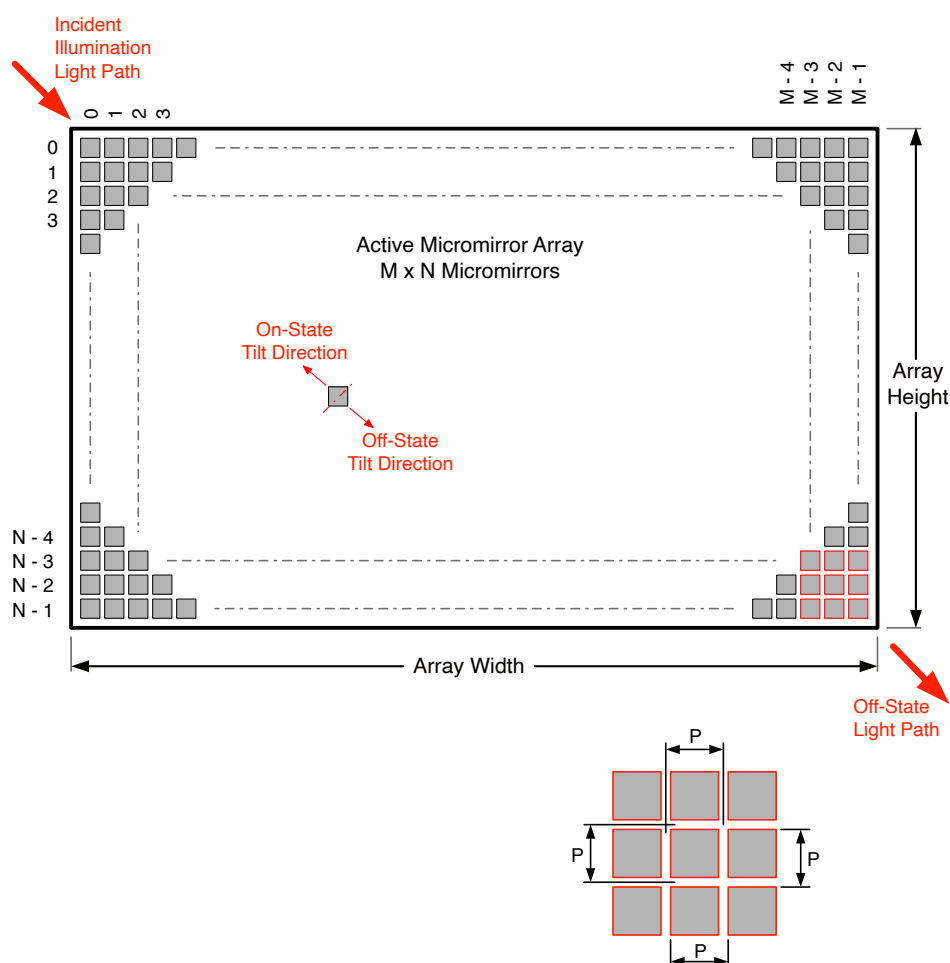

图 5-15. 微镜阵列物理特性
- (1) 请参阅 图 5-15。
- (2) 有源阵列周边框的结构和质量包括一条称为 **微镜池 (POM)** 的部分起作用的微镜带。这些微镜在结构上和/或电气上被阻止向亮或“打开”状态倾斜,但仍需要进行电偏置以向“关闭”状态倾斜。